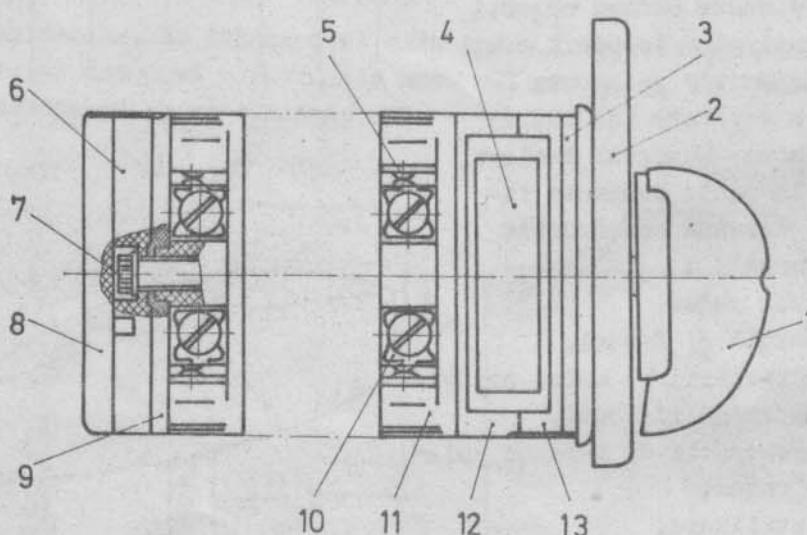

fig.1.05
a) Dispozitivul de sacadare permite trecerea camelor de pe o poziție pe alta, realizând așa-numitele poziții ferme de sacadare sau pozițiile cu revenire. Aceste poziții sunt la 60° , numărul lor variind între 2 și 6. Dispozitivul de sacadare este fixat la partea superioară a comutatorului (Fig. 1.05).
mediul acestuia, camele de diverse profile. Plăcile frontale, cele intermediare, placă de capăt, împreună cu plăcile de etaj, sistemul și capacul sistemului de sacadare sunt fixate prin intermediul a două șuruburi speciale (Fig. 1.05). Placa izolantă (8) se fixează cu ajutorul unor pene din material plastic.
c) Minerul, fixat pe axul comutatorului, acționează, prin intermediul acestuia, camele de diverse profile. Plăcile frontale, cele intermediare, placă de capăt, împreună cu plăcile de etaj, sistemul și capacul sistemului de sacadare sunt fixate prin intermediul a două șuruburi speciale (Fig. 1.05). Placa izolantă (8) se fixează cu ajutorul unor pene din material plastic.